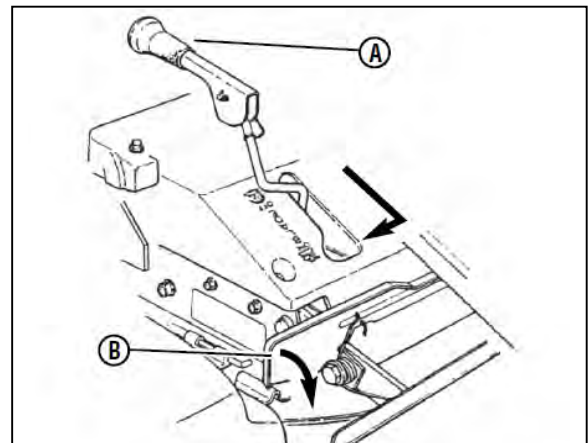

図5-10 モアブレードの接続
2. ブレードレバー(図5-10のA)を引き上げ、「ON」の位置にしてブレードペダル(B)を踏み込みます。